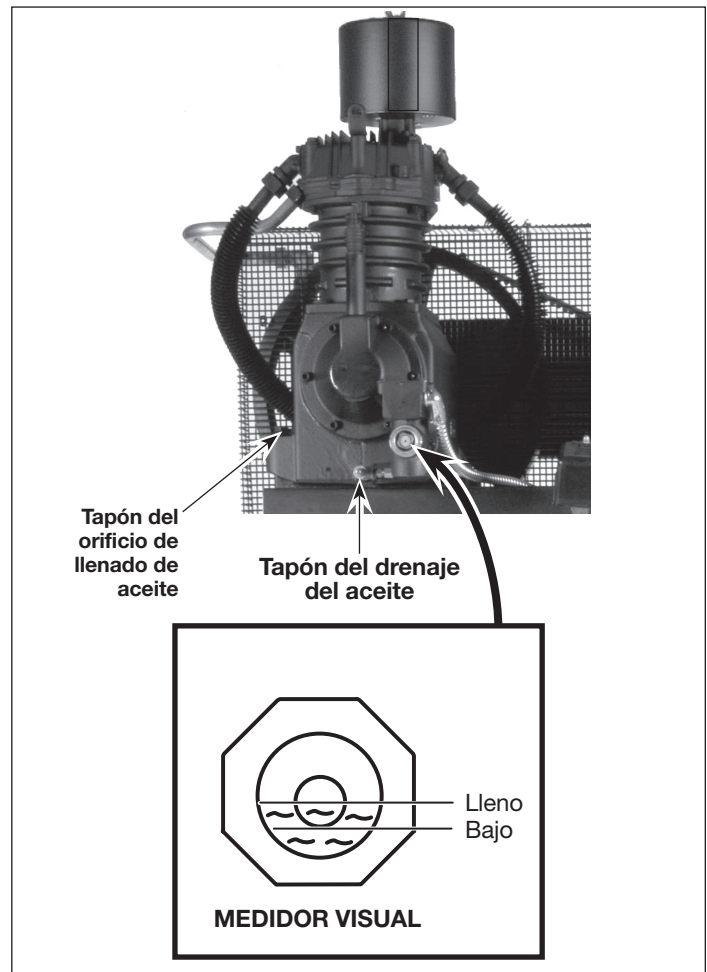

Figura 6
**▲ PRECAUCION** *ESTA UNIDAD NO TIENE ACEITE. Antes de utilizar el compresor. Llene hasta el centro del calibrador visual (ver Figura 6).*
Llene la bomba con aceite hasta el centro del calibrador visual usando la abertura de llenado de aceite (ver Figura 6). **NO llene la bomba a través de la abertura de la tapa de la válvula de aire ya que esto podría causar una pérdida de aceite y que la misma rociara durante el funcionamiento.**